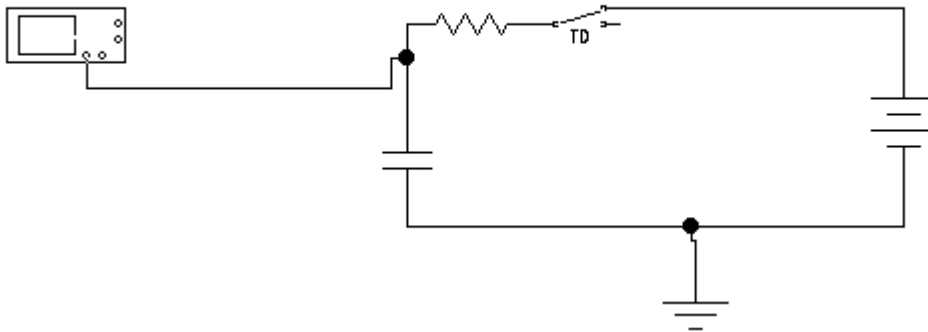

Рис. 02. Задана для роботи схема
2.1.2. Задана для роботи схема вказана на *рис. 02*.